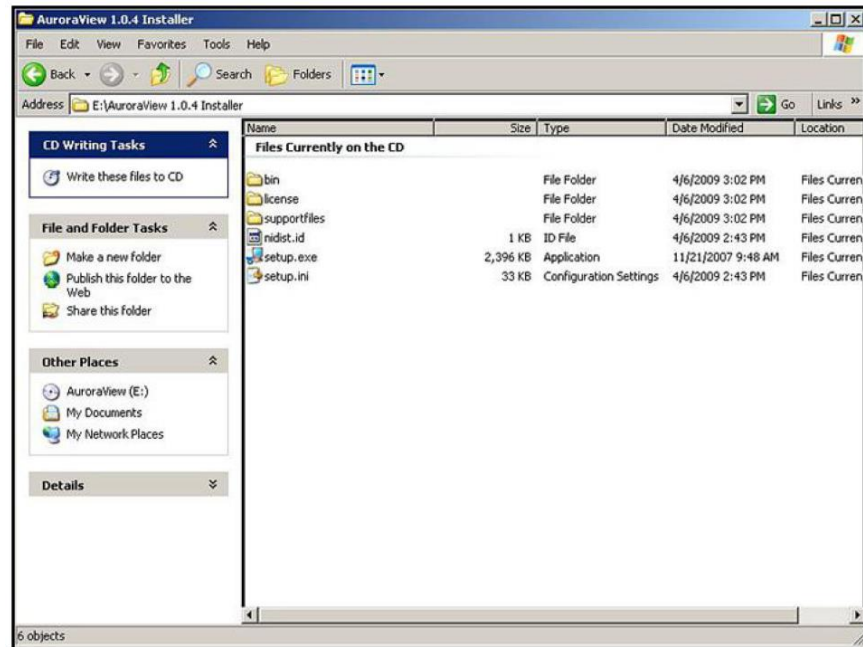

図 21 : AuroraView のインストール
3. **AuroraView** のルートディレクトリ内で「*setup.exe*」ファイルを検索します（下の図 21 を参照）。ファイルをダブルクリックしてインストールを開始します。